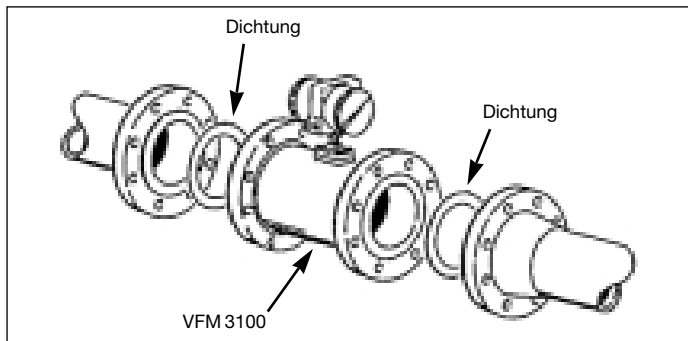

Abbildung 6. Ausrichtung des VFM 3100 F-T
- Dichtungen zwischen dem Gehäuse des VFM 3100 und den benachbarten Flanschen einführen. Siehe dazu Abbildung 6.